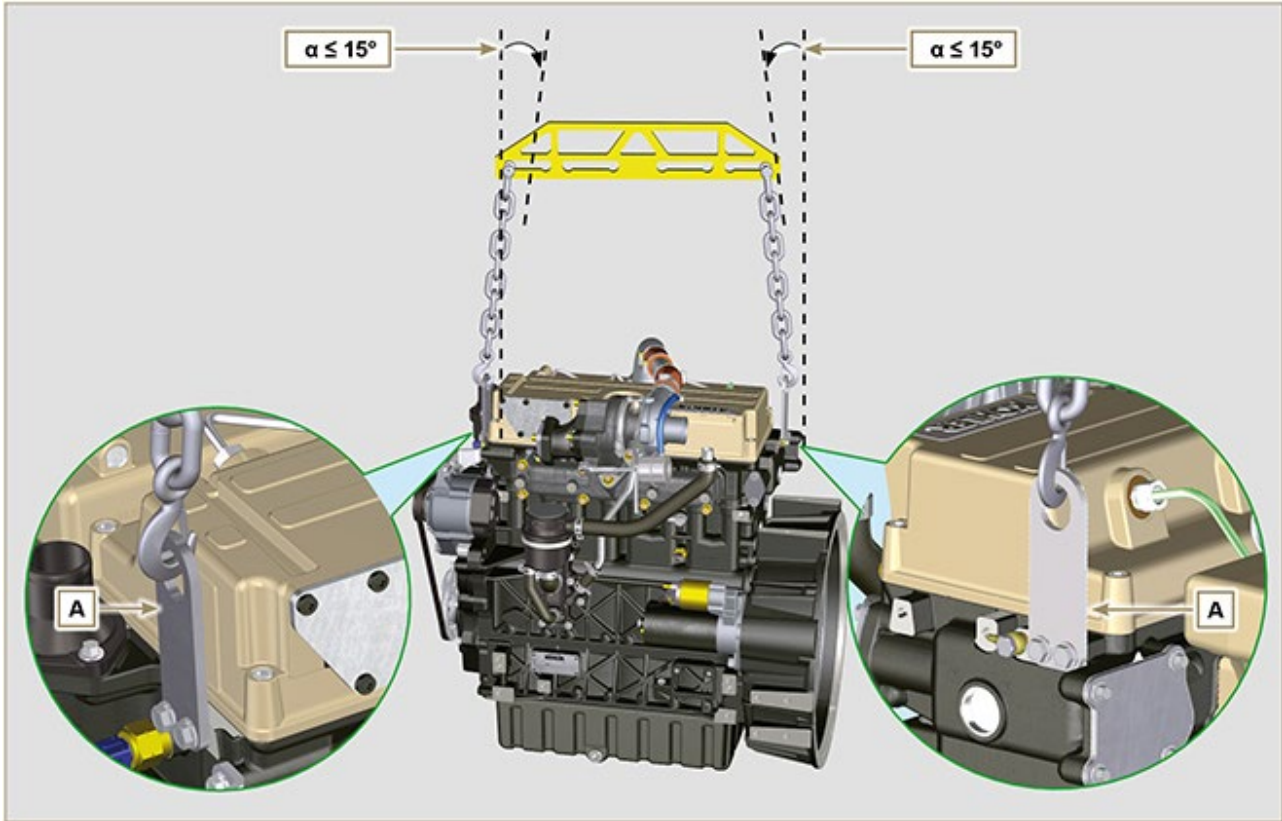

Fig. 3.1
- Para elevar solo el motor use exclusivamente ambos cáncamos **A** previstos por **KOHLER Fig. 3.1**